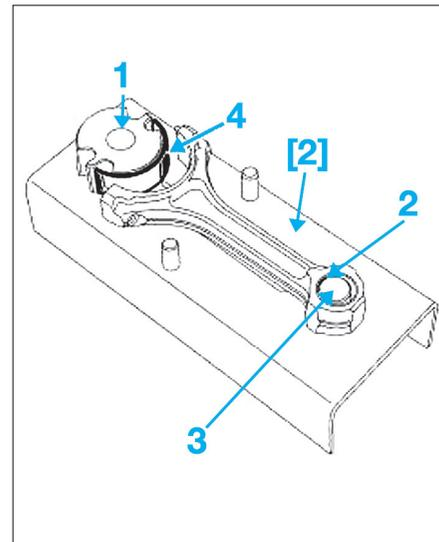

Fig. 66
- [2]. Outil de positionnement des coussinets de bielle (Réf. Renault : Mot. 1492) (Fig.66).
La mise en place des coussinets se fait impérativement à l'aide de l'outil [2] (Fig.66).